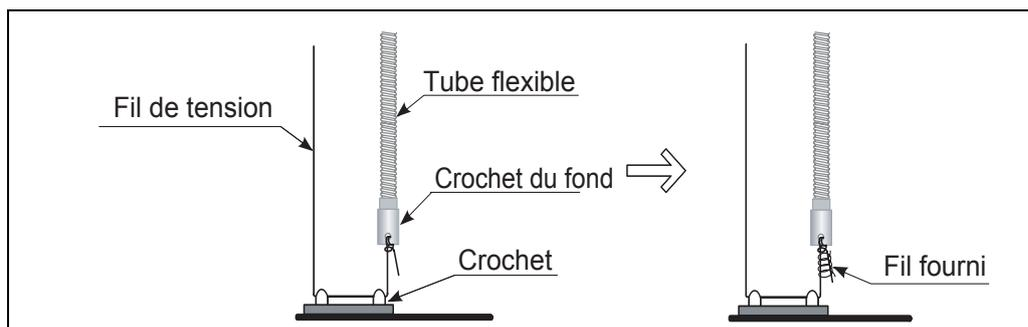

Fig. 8 : Montage du fil de tension
- Étirez l'extrémité du fil de tension autant que possible avec les mains et les pieds (voir fig.8).